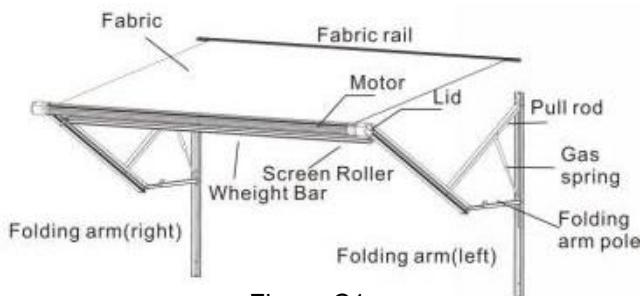
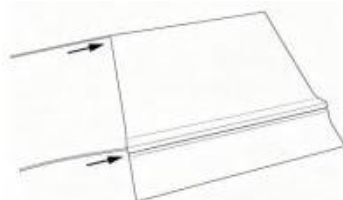

Figure C1
Figure C9
3.4.2 Insérez deux cordons de tissu dans les rainures de la toile du store. (Figure C9) Insérez le cordon textile 1 illustré dans la rainure du tube d'enroulement du store 1. (Figure C 10) , Utilisez une spatule en plastique pour presser le tissu dans la rainure du tube d'enroulement 2, puis insérez le cordon de fixation (Figure C1 1). Tendez la toile du store et vissez-la pour la fixer. (Figure C1 2) et enroulez la toile du store dans la direction indiquée sur la figure . (Figure C1 3)
3.5.1 Retirez le tube d'enroulement du rideau latéral et les tubes de raccordement intérieurs correspondants, raccordez-les comme indiqué sur la figure et fixez-les avec vis autotaraudeuses A pour former un tout. (Figure C1 4) Retirez la barre de lestage du rideau latéral et les tubes de raccordement
3.5.2 Passez le cordon en tissu dans la rainure du rideau latéral, insérez-le dans la barre de lestage, passez l'autre extrémité du tissu dans le tube d'enroulement du rideau latéral (Figure C1 6), tendez le tissu du store et vissez les vis F pour le fixer (Figure C1 7), puis enroulez le tissu dans le sens indiqué sur la figure (Figure C18) .